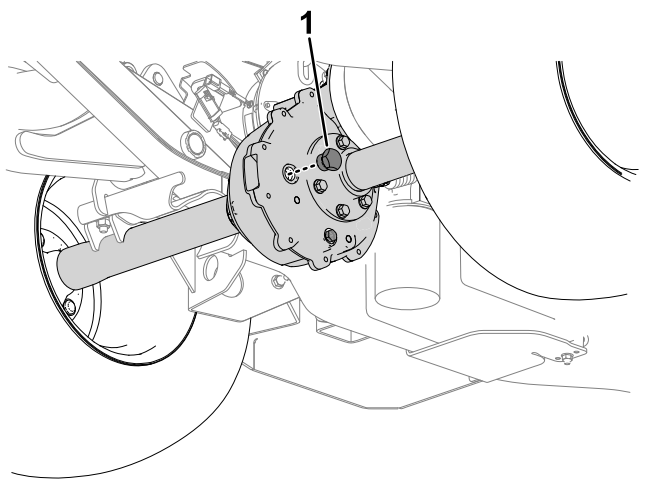

Bild 52
1. Entfernen Sie die Füllschraube an der Achse (Bild 52).